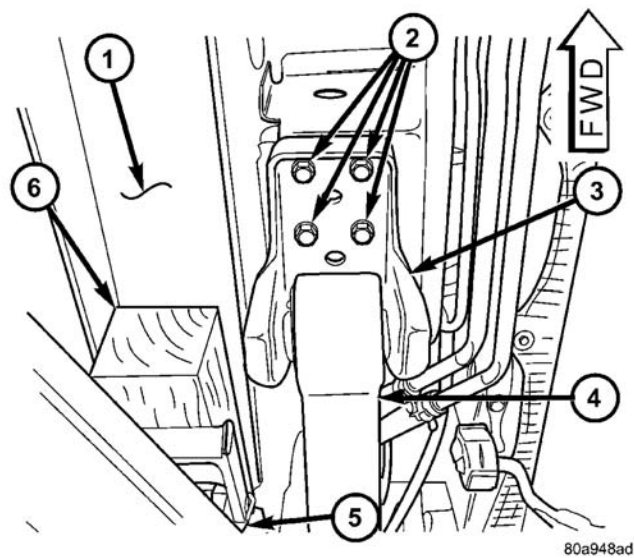

图 37 举升部位和板簧支座
(a) 用需要维修的车辆一角的举升臂抵住放在车身边框梁上面的木块，如图所示（图 37）。
(4) 卸下将板簧前支座紧固到车身上的 4 个螺栓（图 37）。
(5) 使用千斤顶缓慢降下后桥，让后簧的前端自由下吊。将其下降到足以接触板簧枢轴螺栓的程度。可能需要在弹簧与车辆之间放一个木块，以便将板簧前端固定到位。
（3）升起作为辅助支撑的通用千斤顶或变速箱千斤顶，将前固定支架相对车身导入位。使用一个冲头进行导向会有所帮助，该冲头穿过支架内的固定螺栓孔与车身上的定位孔之间的对中孔。当 4 个固定螺栓孔与其在车身的螺纹孔对齐时，安装固定螺栓（图 37）。紧固 4 个固定螺栓至 61N•m（45 ft.lbs.）的扭矩。